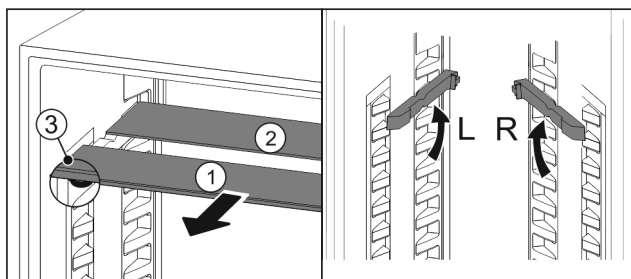

Fig. 81
- Træk glaspladerne ud enkeltvis fremad Fig. 81 (1).
- Glaspladen Fig. 81 (1) med pyntelisten ligger foran.
- Stoppene Fig. 81 (3) peger nedad.